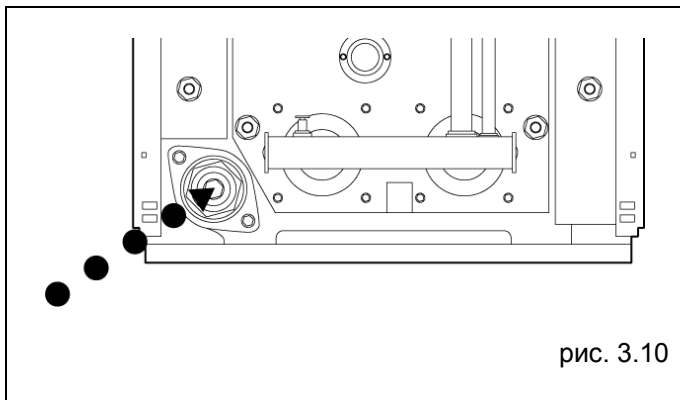

рис. 3.10
- Перед выполнением этой процедуры убедитесь в том, что вентиль для слива воды из котла закрыт. (рис. 3.10)